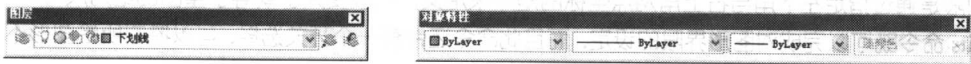

图 1-4 【图层】和【对象特性】工具栏
- 【图层】【对象特性】工具栏主要用于图层管理,如图1-4所示。